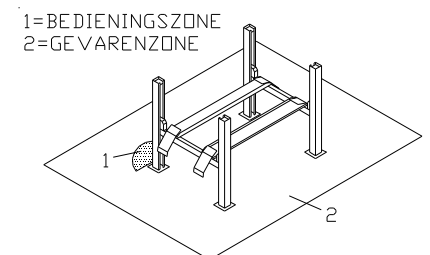

Fig.6
De veiligheidszone (Fig.6) wordt bepaald door de afmetingen van het voertuig.
Tijdens stij- en daalbewegingen moet de bediener zich in de bedieningszone (1) bevinden, zoals aangegeven in Fig.6 . De aanwezigheid van personen onder het voertuig is alleen toegestaan als het voertuig geparkeerd is in de geheven stand.